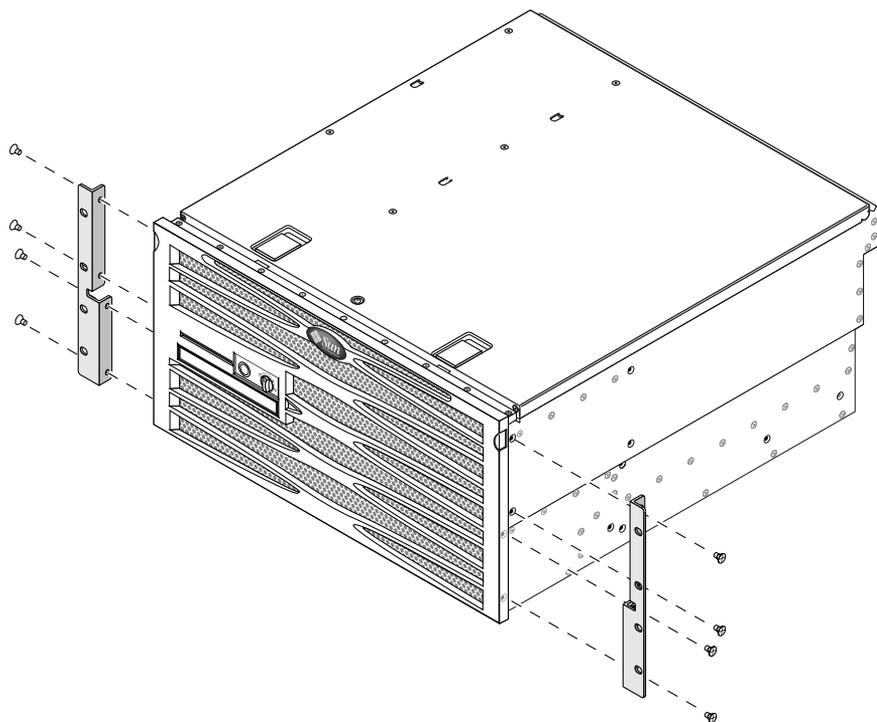

図 3-18 サーバーへのハードマウント固定部品の固定
2. 付属の M5×8 mm プラスの皿頭ねじを 8 本 (各固定部品に 4 本ずつ) 使用して、ハードマウント正面固定部品をサーバーの側面に固定します (図 3-18)。